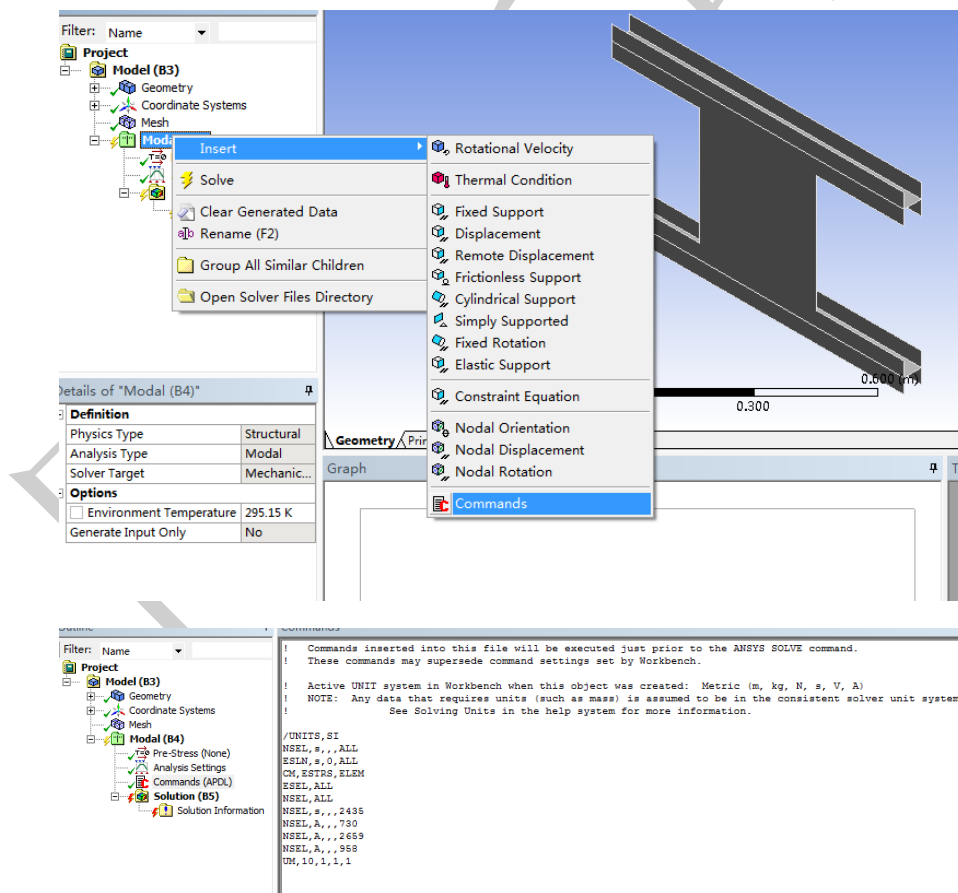

图 2.7
12. 从模型树依次选中 **Modal** 点右键，选择菜单 **Insert | Commands**，插入以下 APDL 命令，如图 2.7 所示：